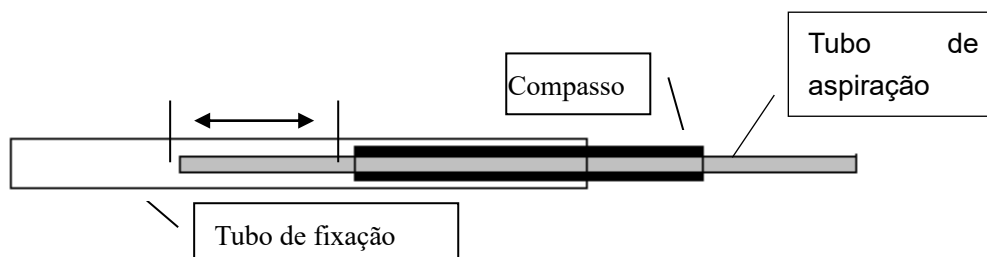

Figura 5-1 Conector do tubo de aspiração na entrada da célula de fluxo
- Remova o tubo de aspiração na entrada e troque um novo tubo de aspiração. Em uma extremidade do novo tubo de aspiração, o compasso (o meio) é revestido primeiro e, em seguida, o tubo de fixação (o mais grosso) é revestido. Preste atenção para não deixar fora do tubo de compasso. (como a exibição da figura 5-1)